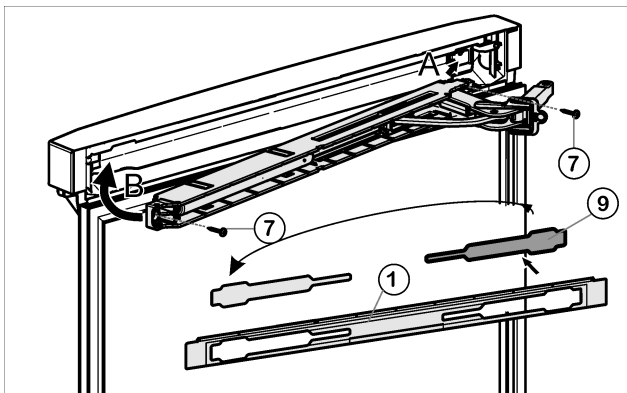

Fig. 25
- Suelte la cubierta Fig. 25 (9) del panel Fig. 25 (1) y vuélvala a colocar en el otro lado.
- Enganche (A) la unidad de amortiguador de cierre superior con la articulación en el lado de la bisagra y gírela hacia dentro (B).
- Atornille la unidad de amortiguador de cierre (2 Torx 15) Fig. 25 (7).